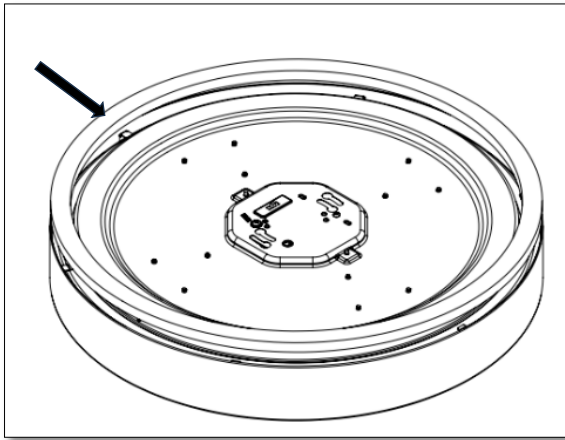

Figure 4
5. Retirer les remplisseurs de carton à l'arrière du luminaire. (figure 4)